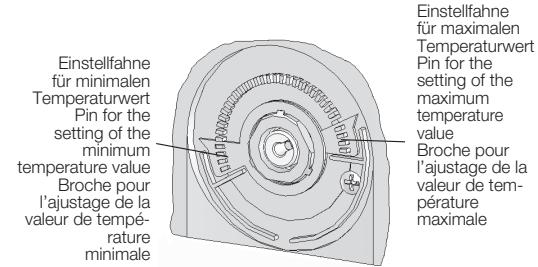

Bild 2 / picture 2 / illustration 2
Der Raumtemperaturregler erfasst mit einem innenliegenden Bimetallfühler die Raumtemperatur und regelt entsprechend dem eingestellten Sollwert. Der Regler- typ PRTR 500 PROFLAT verfügt über einen „EIN/AUS“-Schalter und eine rote Lampe „Heizen“. Durch eine thermische Rückführung wird eine sehr genaue Schalt- differenz erreicht. Bereichseingang siehe Bild 2. Bei Beschalten der Klemme (1) mit 230 V~ wird auf eine um ca. 3K geringere Temperatur geregelt (Nachabsenkung).